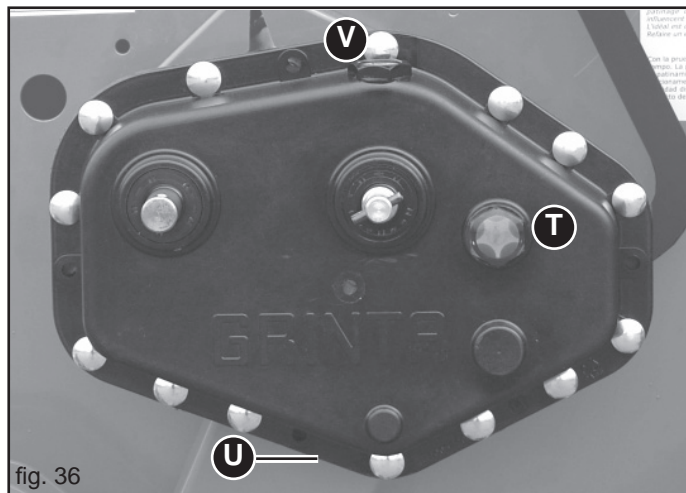

fig. 36
- Contrôler le niveau d'huile dans la boîte de vitesse, et remplir le cas échéant jusqu'au niveau prévu (T, Fig. 36). Pour cette opération, nous conseillons d'utiliser le même type d'huile (ACER 22).
- bouchon vidange huile (U, Fig. 36);
- bouchon remplissage huile (V, Fig. 36).